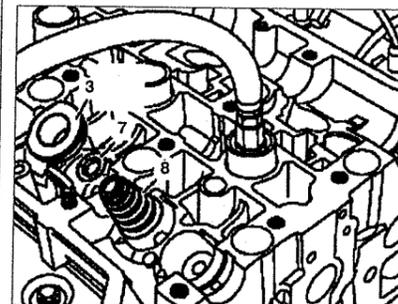

Рис. 2.44. Установите пружину и фиксатор пружины.
14. Установите пружину 8 и фиксатор пружины 7 (см.рис.2.44).